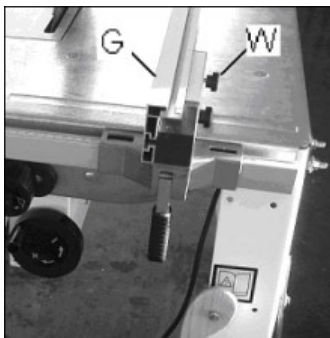

Рис.7
Закрепите упорную шину (G, Рис.7) с помощью 2-х винтов и 2-х барашковых гаек (W) на корпусе параллельного упора.